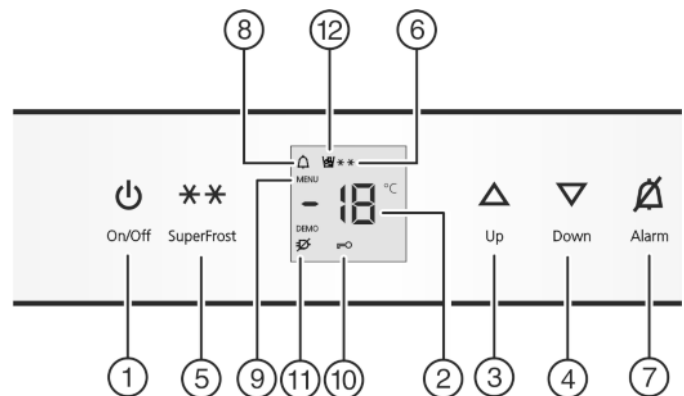

Fig. 2
- ▶ Taste On/Off Fig. 2 (1) drücken.
- ▶ Einstellmodus aktivieren: Taste SuperFrost Fig. 2 (5) ca. 5 s drücken.
- ▷ Das Symbol Menu Fig. 2 (9) leuchtet.
- ▶ Die Taste SuperFrost Fig. 2 (5) kurz drücken, um zu bestätigen.
- ▶ Zum Einschalten der Kindersicherung Taste SuperFrost Fig. 2 (5) kurz drücken.
- ▷ Das Symbol Kindersicherung Fig. 2 (10) leuchtet. In der Anzeige blinkt **c**.
- ▶ Zum Ausschalten der Kindersicherung Taste SuperFrost Fig. 2 (5) kurz drücken.
- ▷ Das Symbol Kindersicherung Fig. 2 (10) erlischt. In der Anzeige blinkt **c**.
- ▶ Einstellmodus deaktivieren: Taste On/Off Fig. 2 (1) drücken.
- ▶ Taste Alarm Fig. 2 (7) drücken.
Gleichzeitig blinkt die Temperaturanzeige und das Symbol Alarm Fig. 2 (8).
Der Tonwarner verstummt automatisch, das Symbol Alarm Fig. 2 (8) geht aus und die Temperaturanzeige hört auf zu blinken, wenn die Temperatur wieder ausreichend kalt ist.
- ▶ Temperatur wärmer einstellen: Einstelltaste Up Fig. 2 (3) drücken.
- ▶ Temperatur kälter einstellen: Einstelltaste Down Fig. 2 (4) drücken.